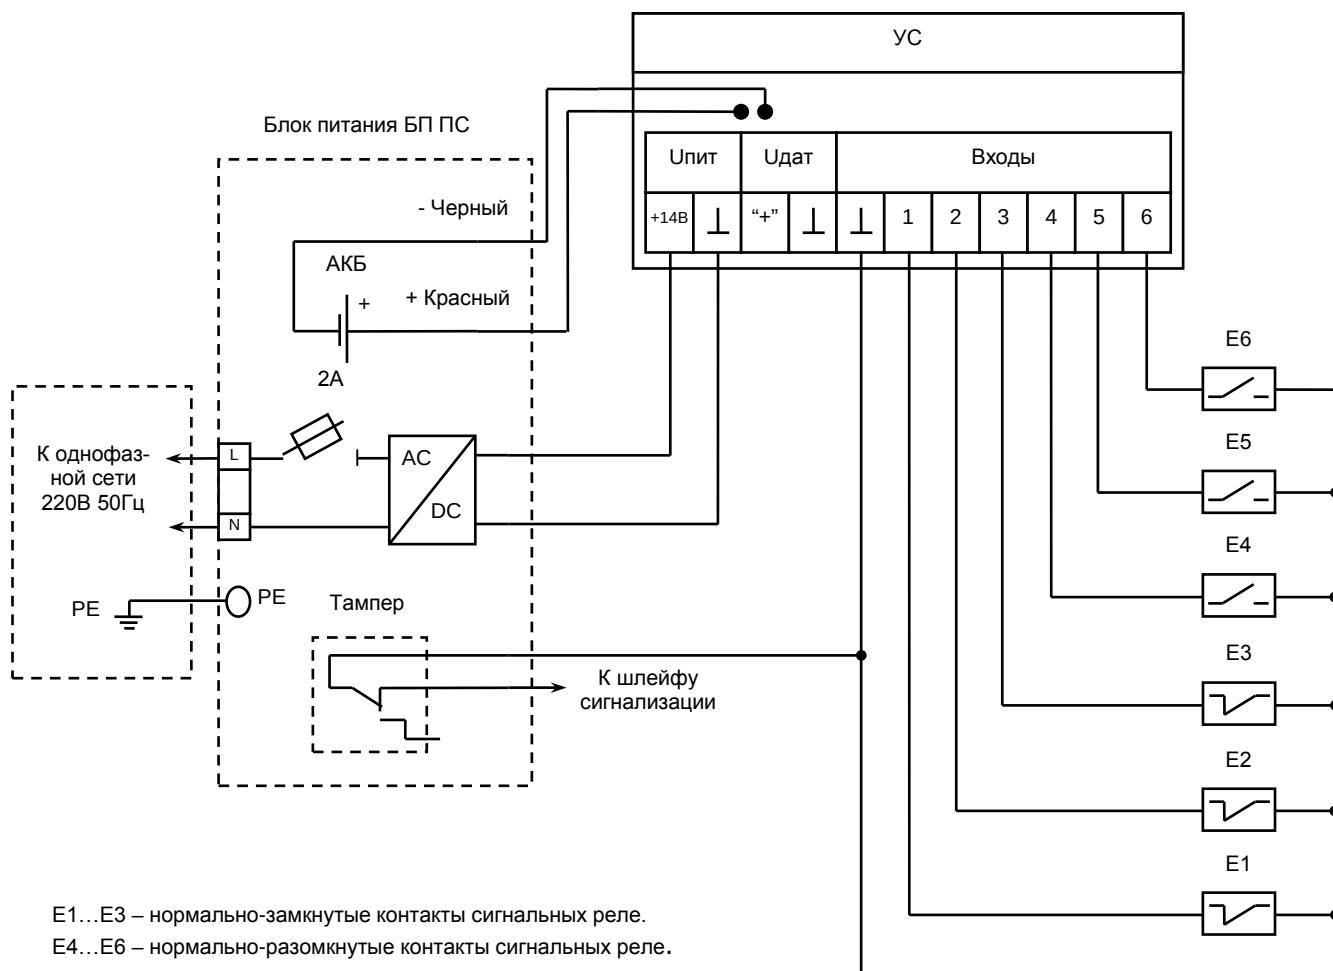

Рисунок 10 – Подключение УС
1.1 Подключение к УС выходных цепей устройств сигнализации с нормально замкнутыми (НЗ) или нормально разомкнутыми (НР) контактами (рисунок 10).